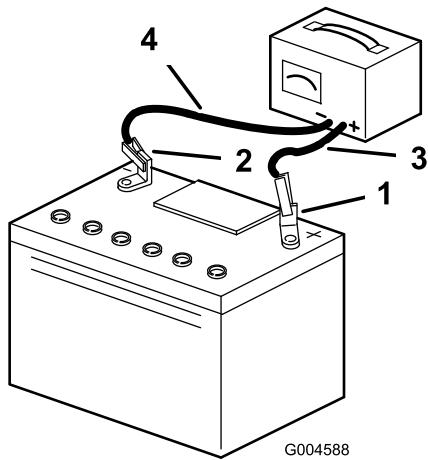

Figura 28
- Desconecte los cables del cargador de los bornes de la batería (Figura 28).